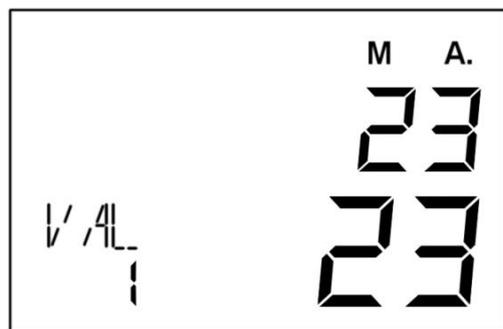

Figure 41
5) 按动右侧“CLEAR/ESC”键退回主界面。此时，可以进行钞票张数清点，清点完成后出现如下图 41 所示界面。